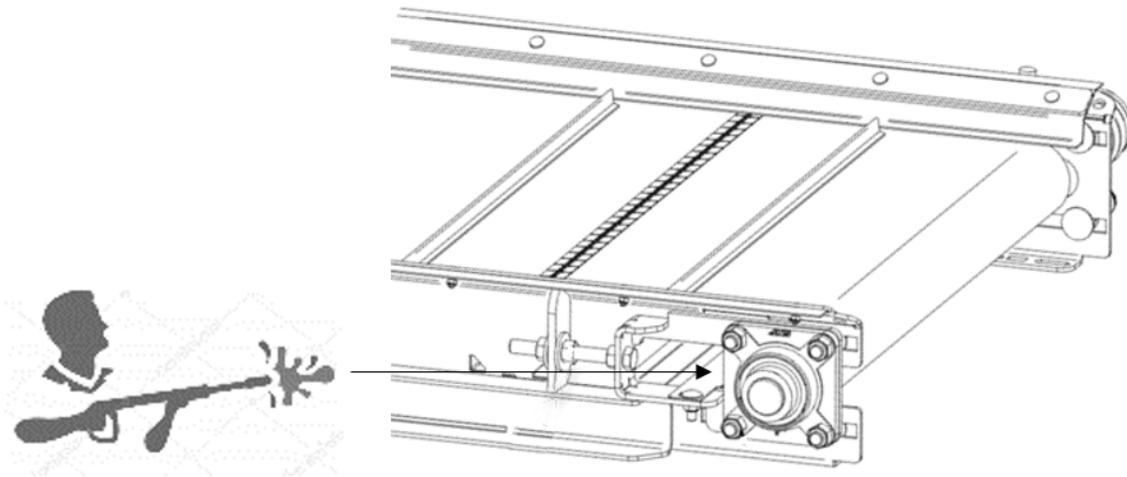

Figure 71 — Ouvertures prévues pour le nettoyage du convoyeur
2. En passant par les ouvertures prévues à cet effet (voir la Figure 71), envoyez un jet d'eau directement sur les poulies du convoyeur. Le surplus d'eau et les saletés devraient sortir de l'autre côté du convoyeur.